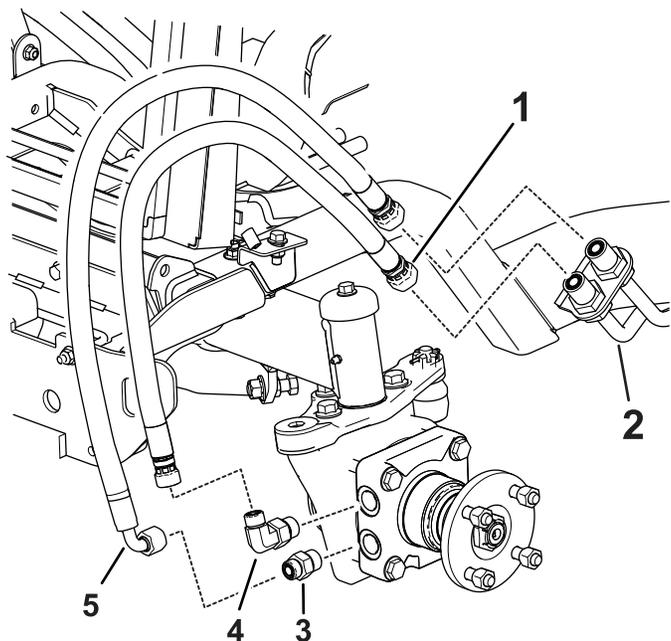

Figura 4
- Montate il nuovo raccordo dritto e il raccordo a gomito a 90° nel motore della ruota (Figura 4).
6. Montate il flessibile con i raccordi dritti nel raccordo a gomito a 90° (Figura 4).
7. Montate il flessibile con il gomito a 90° nel raccordo dritto (Figura 4).
16. Rimuovete un tappo alla volta e montate il flessibile corretto nel condotto idraulico come illustrato in Figura 4.
17. Rimuovete il tappo rimanente e montate il flessibile nel condotto idraulico (Figura 4).